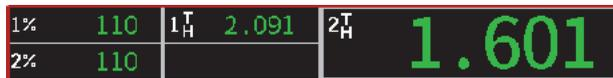

図 4-7 ハイライトされた測定値バー
1. ライブ A- スキャン波形表示で、タブキー（**→**）を押して測定値バーをハイライトし、赤色の線で囲みます 50 ページの図 4-7 参照）。